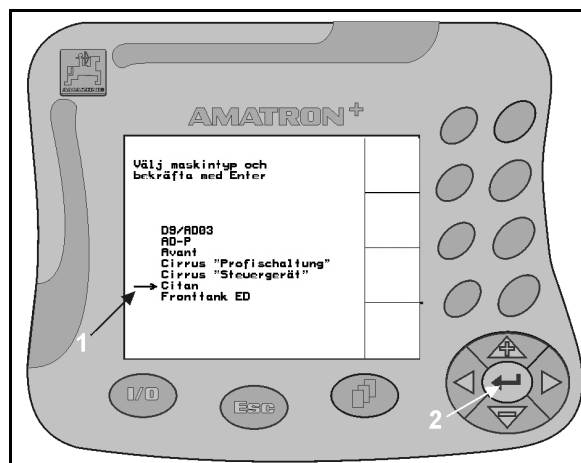

Fig. 16
- Placera urvalspilen (Fig. 16/1) med hjälp av  och  vid önskad utrustning.
- Tryck på  för att bekräfta (Fig. 16/2).